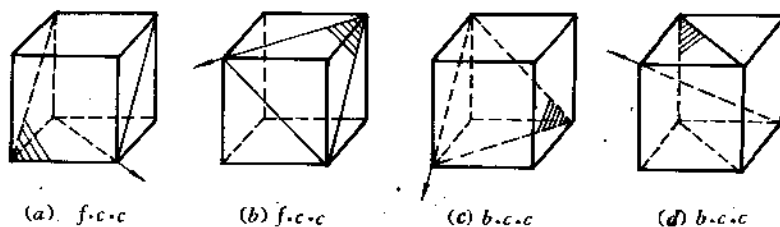

图 4-1
7. 在图 4-1 所示的晶面、晶向中, 哪些是滑移面, 哪些是滑移方向? 就图中情况能否构成滑移系?